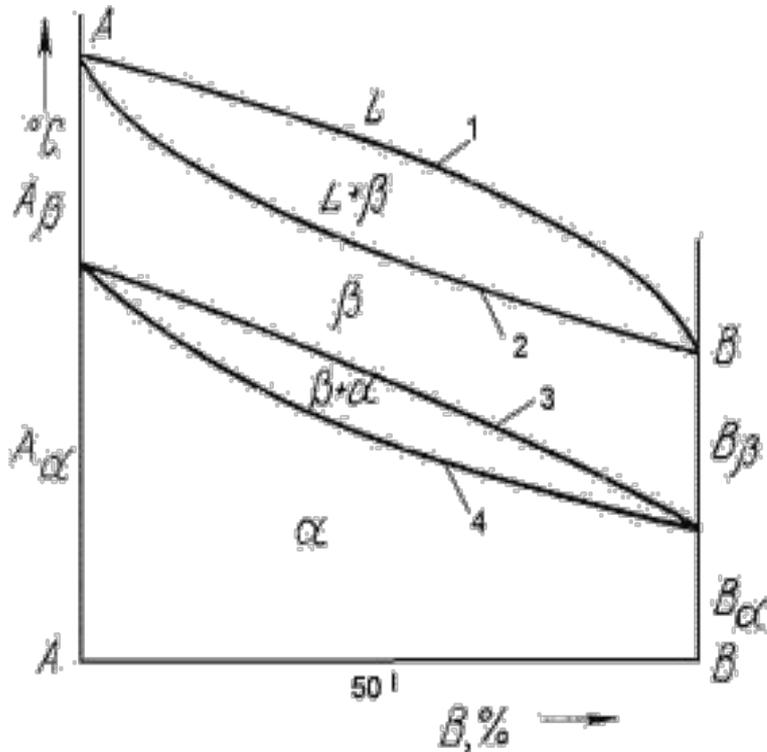

Рис. 4.5. Диаграмма состояния
- *Диаграмма состояния* представляет собой графическое изображение состояния любого сплава изучаемой системы в зависимости от концентрации и температуры (рис. 4.5)